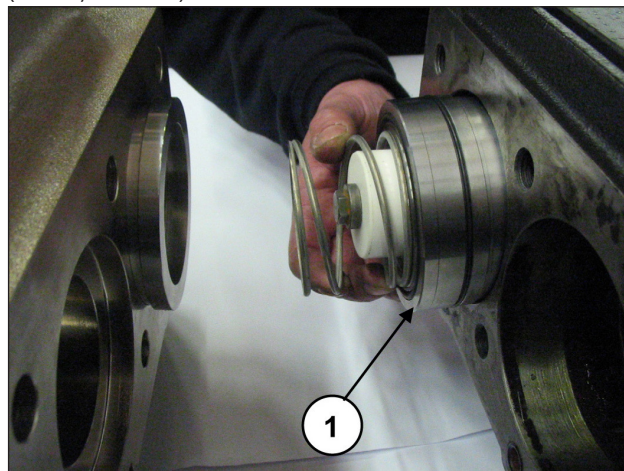

Abb. 135
Schieben Sie die Kolbenführung durch Drehen der Welle so weit vor, dass der mitgetriebene Dorn den Dichtungshalter, die Feder und die gesamte Kolbenbaugruppe herausdrückt (Pos. ①, Abb. 135).